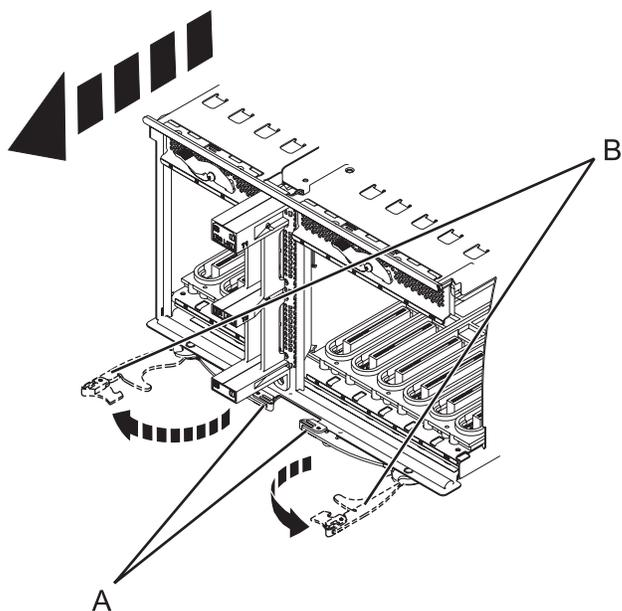

図 58. I/O システム・ボードの取り外し
12. 図 58 に示すように、リリース・ラッチ (A) をつまみ、レバー (B) を引いてシステムから離します。